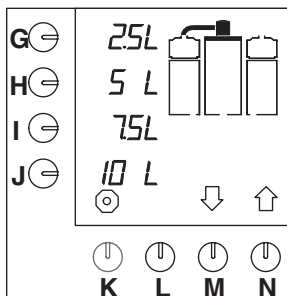

Fig. 6 Ecran de démarrage
- Le témoin lumineux de l'interrupteur s'allume. Les options par défaut s'affichent sur l'écran de contrôle (fig.6).